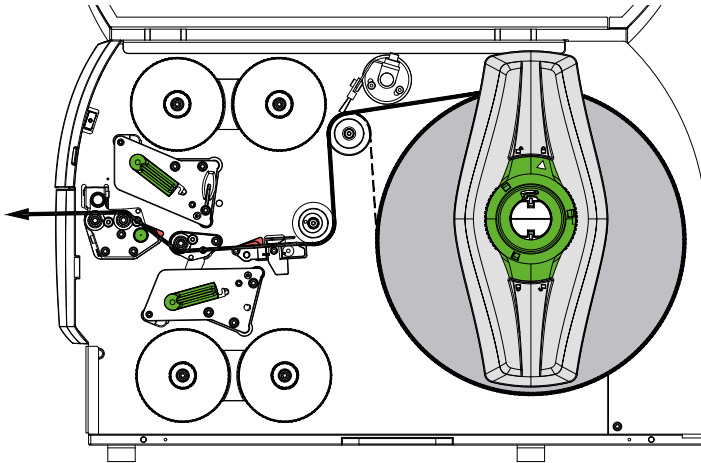
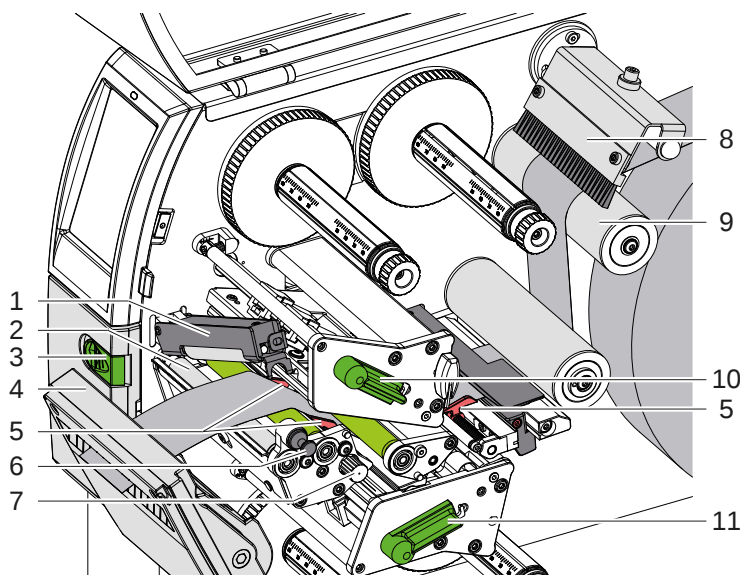

Bild 12 Materialbana
Bild 13 Lägga i material i utskriftsmekaniken
1. Rulla av en materialremsa från rullen och för den till utskriftsmekaniken enligt Bild 12.
2. Dra ut spärrbulten (6). Tryck rullen (1) svängs uppåt.
3. Vrid spaken (10) moturs och spaken (11) medurs för att höja båda skrivarhuvudena.
4. Vinkla bort borsten (8) från vändrullen (9).
5. Vrid på vredet (7) för att flytta styrningarna (5) så långt ifrån varandra att materialet får plats mellan dem.
6. För materialet genom båda utskriftsenheterna som på Bild 13 ända till sträckvalsen (2) och placera det mellan styrningarna (5).
7. * Enheter med kniv: Skjut knappen (3) åt sidan och fäll knivenheten (4) nedåt från skrivaren. För in materialet mellan knivbladen och fäll upp knivenheten igen.
8. Vrid på vredet (7) för att föra styrningarna så att de ligger an mot materialkanterna.
10. Dra ut spärrbulten (6). Tryck tryckrullen (1) nedåt och lås den med spärrbulten.
13. Vinkla in borsten (8) mot vändrullen (9).